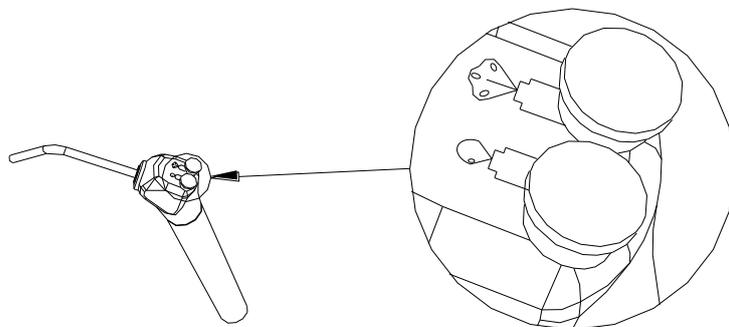

Рис. 17
Шаг 2: Включите переключатель “②” на “ОТКРЫТЬ” для изменения источника подачи воды в резервуар воды (Рис. 17).
Внимание: при использовании водопроводной воды для подачи на модуль врача, убедитесь, что переключатель «1» находится в выбранной позиции! При переключении № «2», как на Рис. 17, с положения “ОТКРЫТЬ” в положение “ЗАКРЫТЬ” нормальным явлением будет выход воздуха!